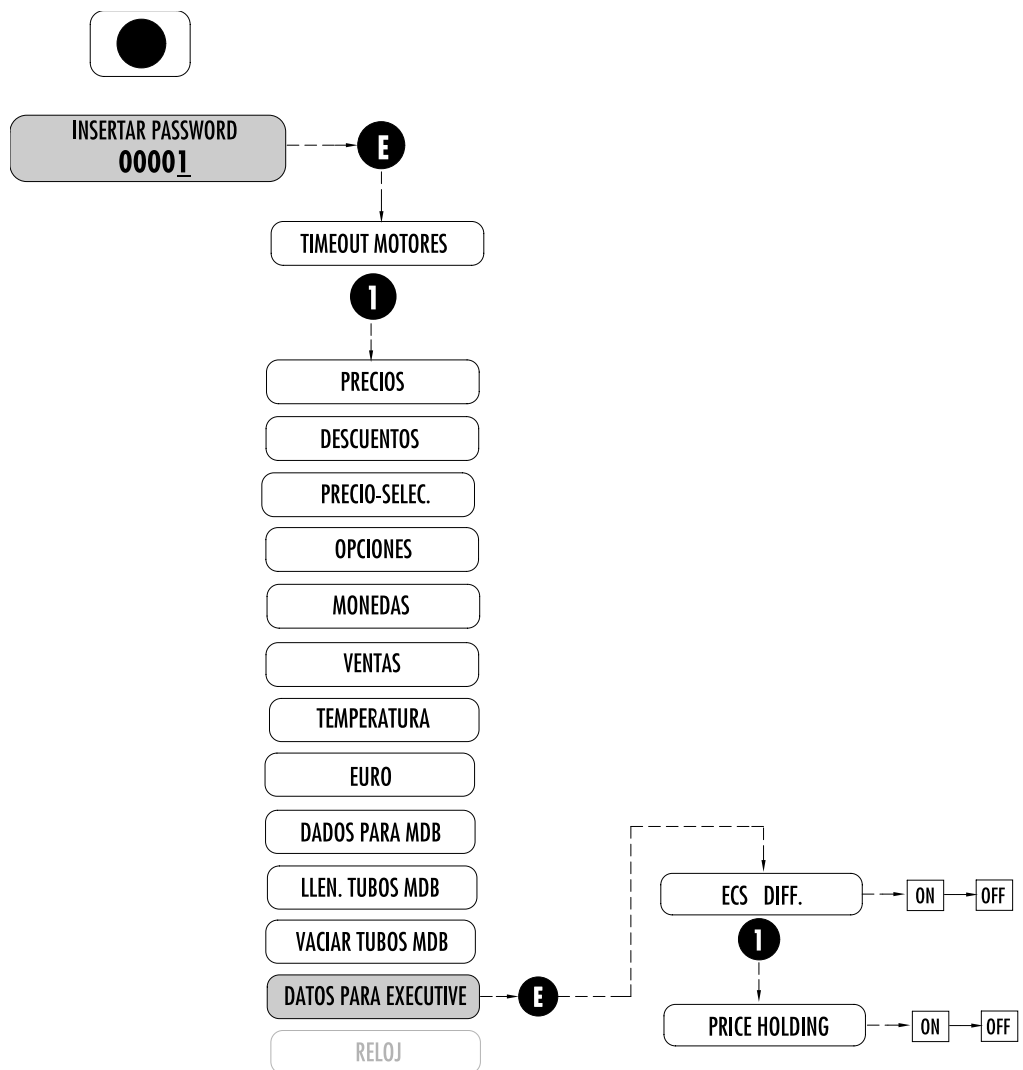

Fig. 7.16
7.2.13 DATOS PARA EXECUTIVE (Fig. 7.16)